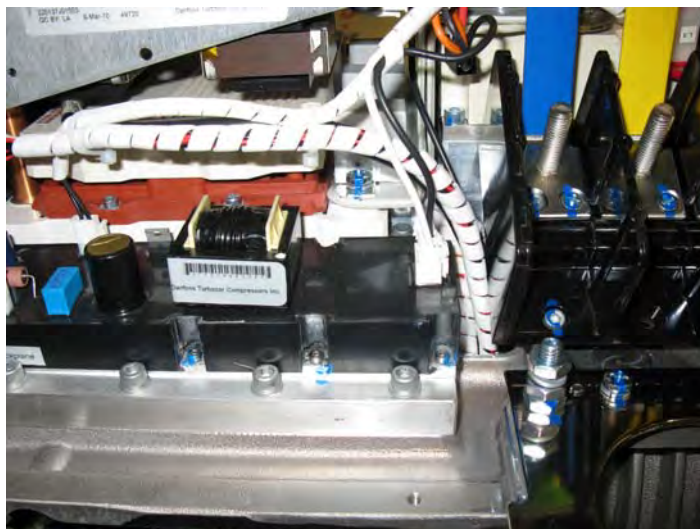
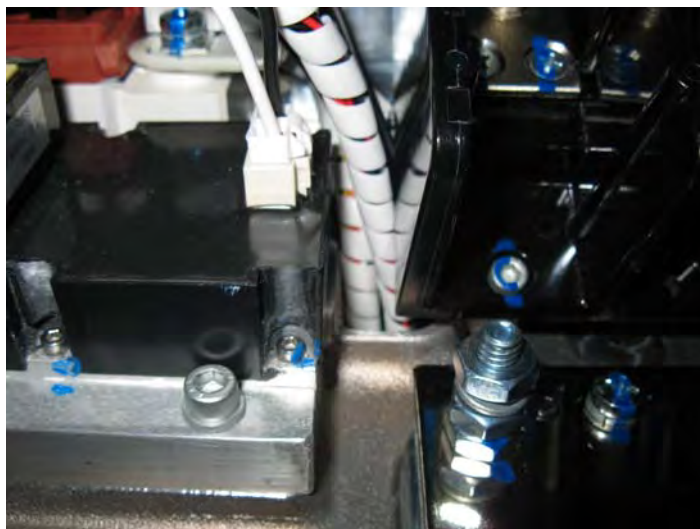

Figura 5 Passaggio cavi
Figura 6 Apertura di passaggio al lato servizio
13. Instradare il cavo nel passaggio cavi a destra del convertitore dell'alta tensione (AT) CC-CC, nel lato servizio (vedere Figura 5 e Figura 6).